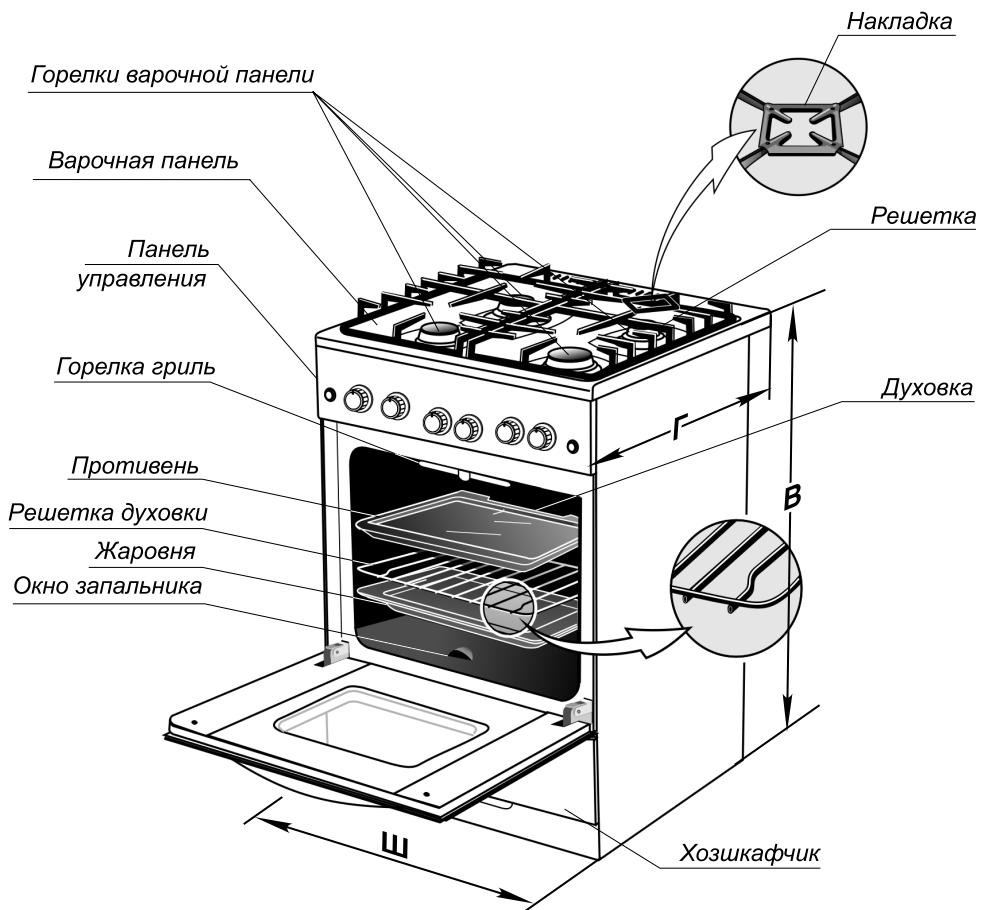

Рис.1
- Размеры плиты, ШxГxВ, мм (см. рис. 1) - 600x600x850